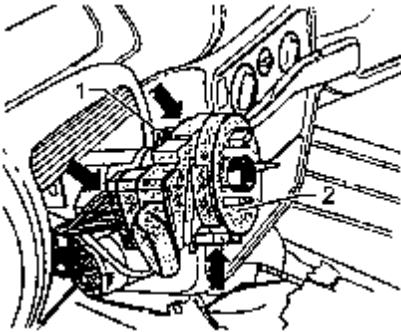

图 11-80 拆卸转向柱开关
④如图 11-80 所示，拆下内六角螺栓 1。取出转向柱开关的联结插头（箭头）。取下转向柱开关。